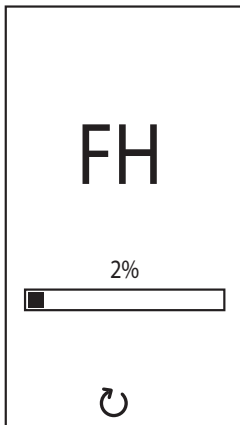

fig. 8- Purga de aire con ventilador en marcha
- Durante 20 segundos el display muestra **FH** que identifica el ciclo de purga del aire del circuito de calefacción con el ventilador en funcionamiento (fig. 8).